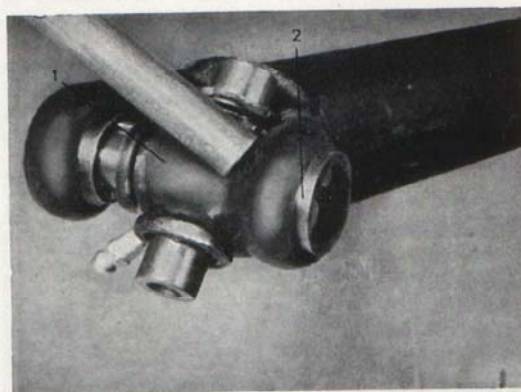

Bild 10. Isärtagning av axelkors.
1. Med hammare och mässingsdorn drives *axelkorset* (1, bild 10) så långt det går åt ena hållet.